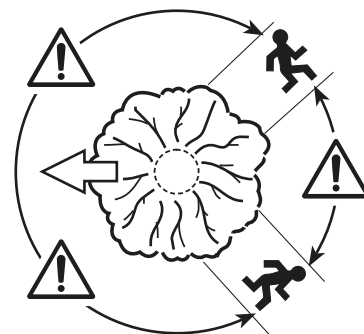

Fig. 35
- > Antes de iniciar os trabalhos, planeie e desobstrua uma possível via de fuga. A via de fuga deve estender-se obliquamente para a retaguarda da linha de queda prevista (Fig. 35).